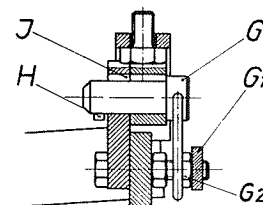
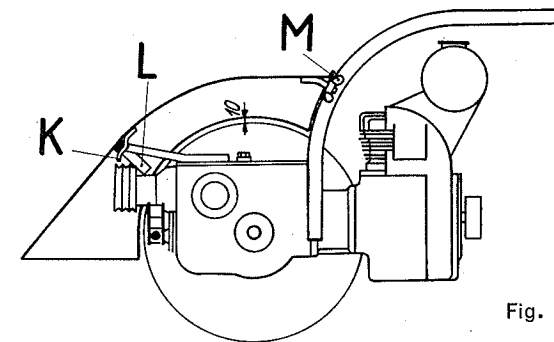

Fig. 3
Fig. 4
a) Smontare la lamiera oscillante (pag. 9, cifra 4, fig. 5) e la lamiera di protezione (cifra 3, fig. 4). Centrare il supporto **C** con le due forche **D**. Appoggiare le cinghie sulla puleggia della macchina, alzare tutta la macchina per mezzo delle stegole ed infilare la traversa di sospensione **F** nelle forche **D**. Per mettere le cinghie sulla puleggia inferiore, alzar un po' le stegole di guida. Così tutto l'aggregato falciante è sospeso alla macchina e deve essere ancora fissato col perno di sicurezza **G** (fig. 3). Aprire il chiavistello di sicurezza **G1**, introdurre il perno **G** col nasello **H** nell'incanalatura **J** e girarlo di 1/2 giro, chiudere il chiavistello **G1**. Per introdurre il perno di sicurezza **G**, muovere leggermente le stegole di guida.
3. Montaggio della lamiera di protezione (fig. 4)